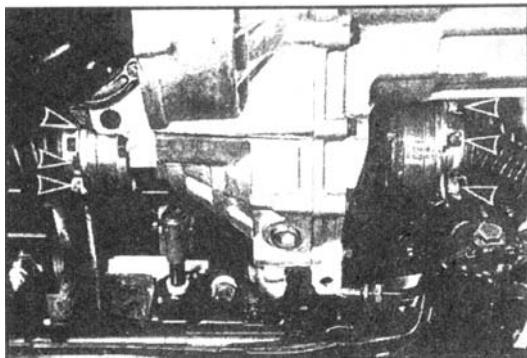

图 4-72 拆卸左侧油封和输出法兰 (一)
(1) 拆下传动轴与输出法兰的连接螺栓，拆下传动轴并固定在一定的位置上，如图 4-72 所